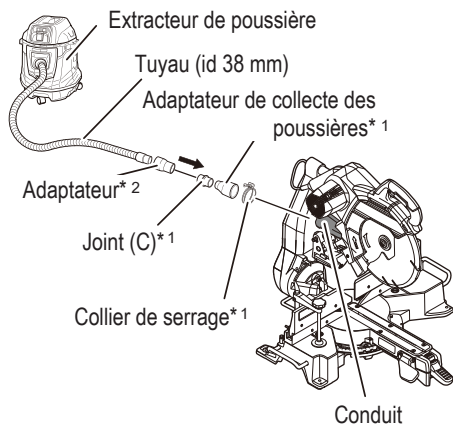

Fig. 47
13. Raccordement de l'extracteur de poussière (vendu séparément) (Fig. 47)
Le raccordement se fait en appuyant dans la direction de la flèche. (Fig. 47)